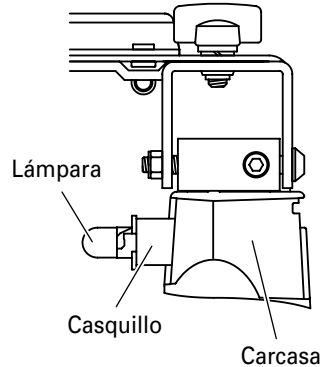

Fig. 21 <Vista superior>
- (3) Extraiga la lámpara del casquillo (Fig. 21).
- Cuando fije el casquillo a la carcasa, alinéelo con el orificio de ésta observando la parte posterior del casquillo como se muestra en la Fig. 21, e inserte el casquillo hasta que choque ligeramente contra dicha carcasa.